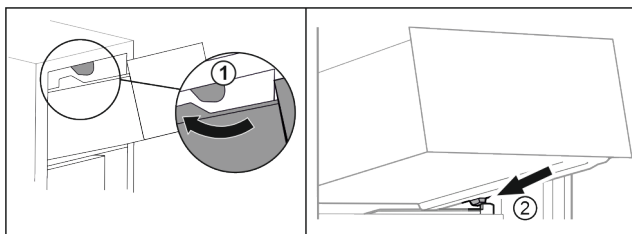

Fig. 89
- ▶ Vezesse el a fiókot a felső ütközők körül. Fig. 89 (1)
- ▶ Helyezze a fiókot ferdén az alsó ütközők mögé, a tartóbordára. Fig. 89 (2)